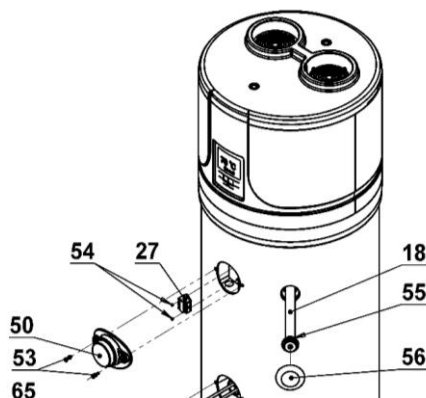

Fig.14
10.1. Azzeramento del termostato di protezione 27 (Fig.14)
- Rimuovere il coperchio di protezione superiore, svitando le viti di fissaggio (**Fig.14**);
- Premere manualmente il pulsante del termostato di sicurezza fino a quando non si sente un suono (**Fig.14**).
10.4. Anodi di magnesio 18 (Fig.14)